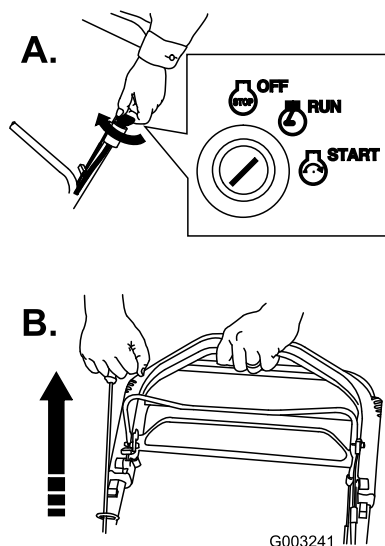

Figura 19
- Gire la llave de contacto a la posición de Marcha, y, en posición de operación, tire del arrancador de retroceso (Figura 19).